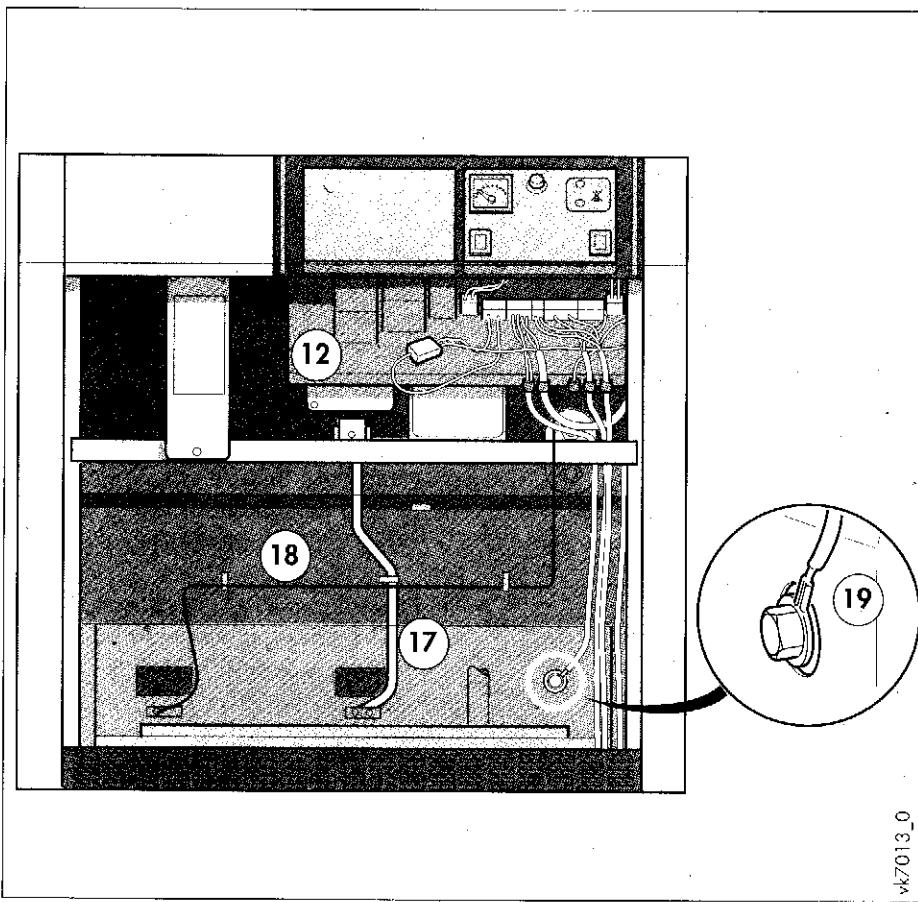

Рис. 11.2.7 Пример прокладки кабелей
- Проложите кабель электродов розжига (17) и ионизационный кабель (18) как показано на рис. 11.2.7.
- Закройте крышку клеммного шкафа (12).
- Присоедините к котлу кабель заземления (19).